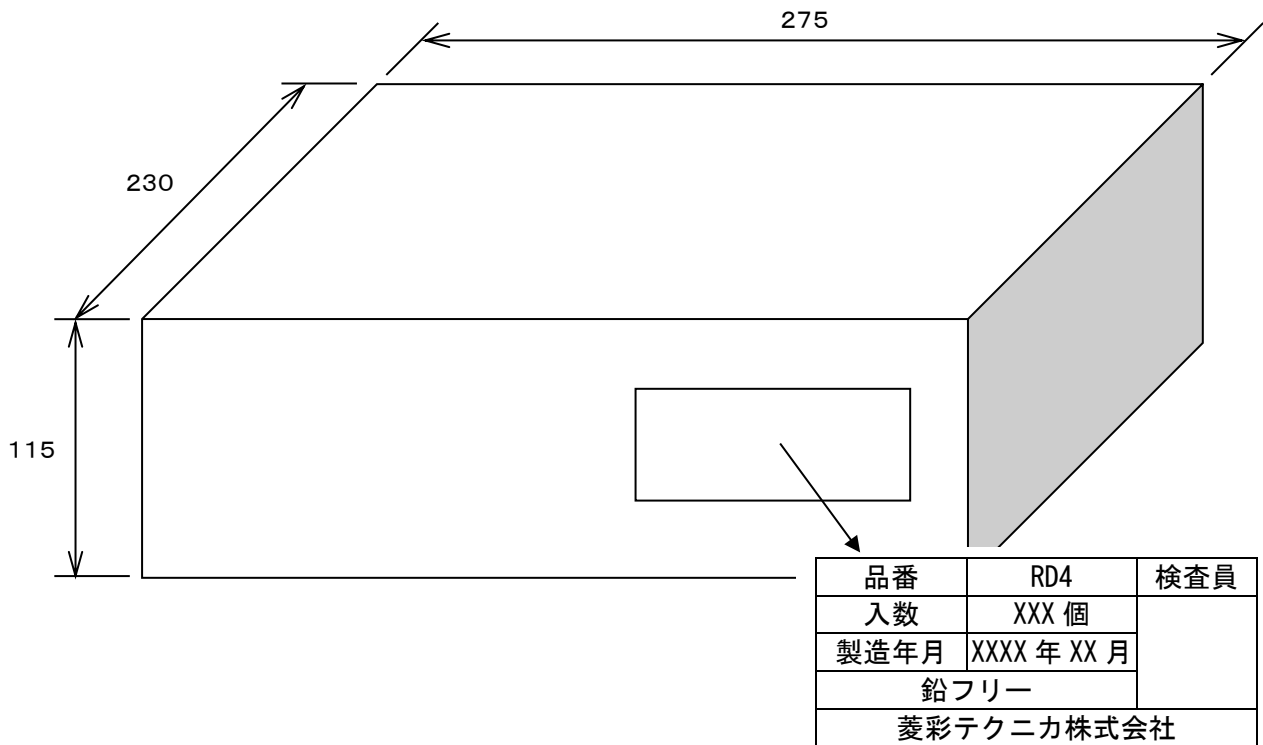

図3.
- (3) ダンボール箱に箱詰めし、品番と入数を表示する。（図3. 参照）